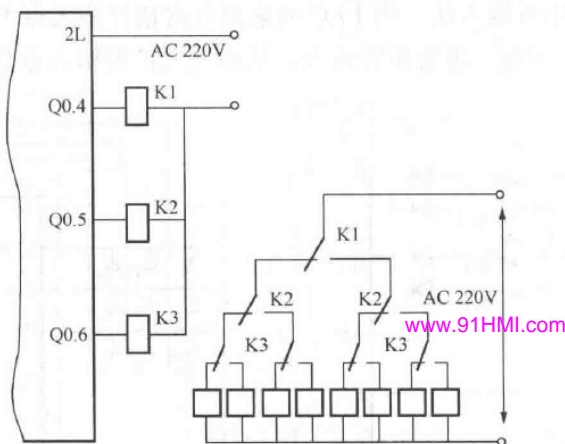

图 5-24 输出继电器接点译码法
2) 输出继电器接点译码法。通过输出继电器接点译码可扩展输出点，如图 5-24 所示。